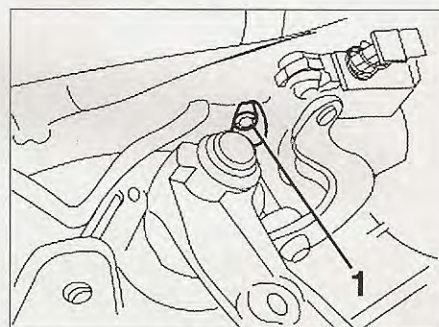

FIG. 14
- Desmontar el tornillo superior (1) del motor de arranque (fig. 14).